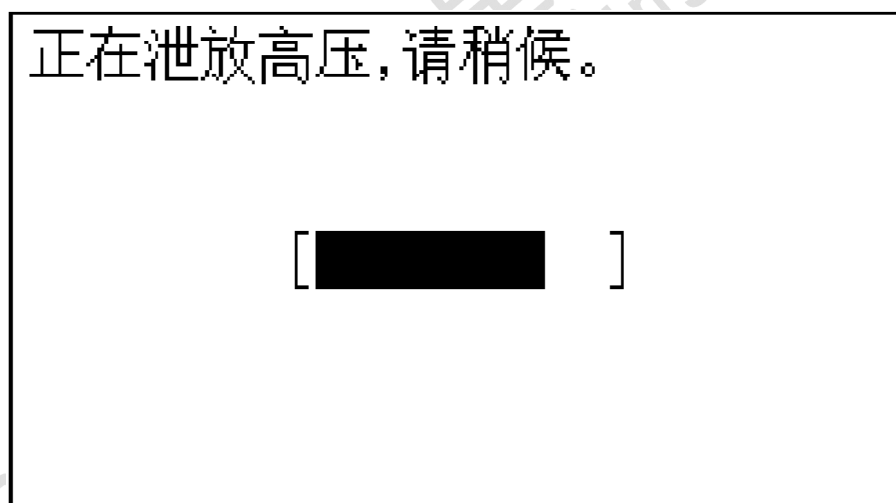

图 11
4.3 测试完毕，按下 ESC 键，即停止高压输出，系统自动泄放高电压，出现高压泄放提示界面，如图 11。